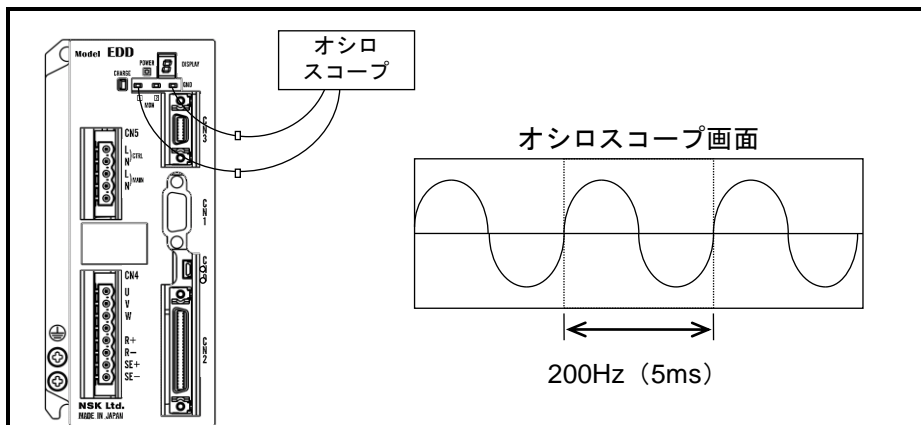

図 5-3 : 共振周波数の測定とノッチフィルタの設定
- 「図 5-3 : 共振周波数の測定とノッチフィルタの設定」のように共振周波数を測定し、振動の周波数が 200 [Hz] であれば、“**NP200**” を入力します。